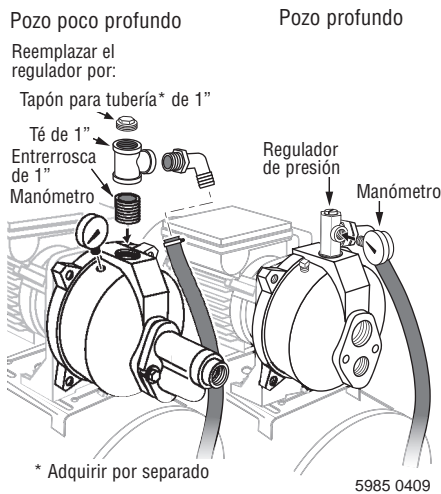

Figura 4 : Instalar un regulador de presión y un manómetro para pozo profundo. Instalar un té de cebar y un manómetro para pozo poco profundo.
- Paso 2. Instale el regulador de presión y el manómetro en el cuerpo de la bomba (vea la Figura 4).
- Paso 2. Saque el regulador de presión del cuerpo de la bomba. Reemplácela con una entrerroscas bicónica de 1" NPT, un Té de 1" x 1" x 3/4" NPT, y un tapón para tubería de 1" NPT (vea la Figura 1). Instale el manómetro en el orificio tapado en el cuerpo de la bomba (vea la Figura 4).
- Paso 1. Saque la válvula de control del cuerpo de la bomba. Reemplácela con una entrerroscas bicónica de 1" NPT, un Té de 1" x 1" x 3/4" NPT, y un tapón para tubería de 1" NPT (vea la Figura 1). Instale el manómetro en el orificio tapado en el cuerpo de la bomba (vea la Figura 4).
- Paso 1. Instale el regulador de presión y el manómetro en el cuerpo de la bomba. Vea la Figura 4, página 34.